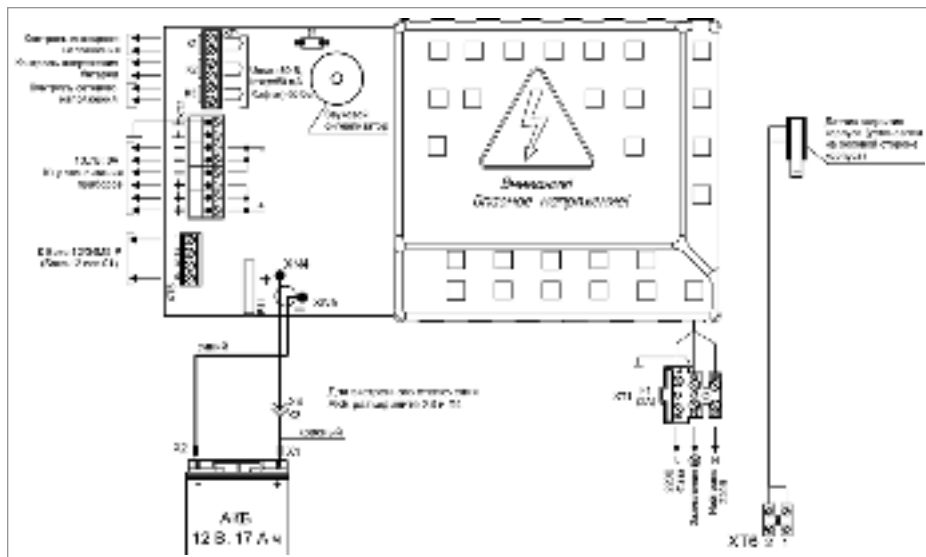

Рисунок 7. Схема подключения РИП-12 исп.17 (РИП-12-8/17М1-Р)
1.6. Схема подключения РИП-12 исп.17 (РИП-12-8/17М1-Р) приведена на рис. 7.
- 1.13. Проверьте правильность произведённого монтажа в соответствии со схемой подключения (рис. 7).
- 2.12. Отключите аккумуляторную батарею от платы РИП, отсоединив контакты X1, X2 от клемм АКБ (см. рис. 7).